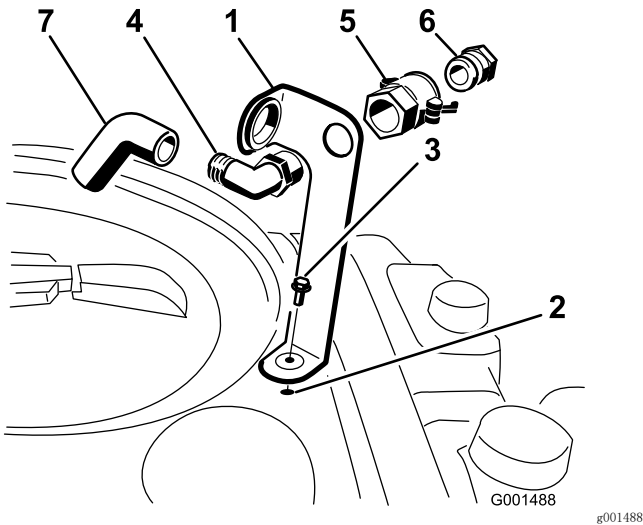

图3
1. 如图3所示，将加水口插口支架放在药缸的螺纹孔上方，用凸缘头螺栓（5/16 x 3/4 英寸）固定。
2. 将 90° 弯头的螺纹端穿过支架，拧上快速接头，固定至支架上（图3）。
3. 将软管适配器装入快速接头（图3）。
4. 将适配器锁定到位，将手柄旋向适配器，然后用发卡销固定（图3）。
5. 将防虹吸软管穿过支架上的大开口，然后插入到 90° 弯头的宝塔接头上（图3）。